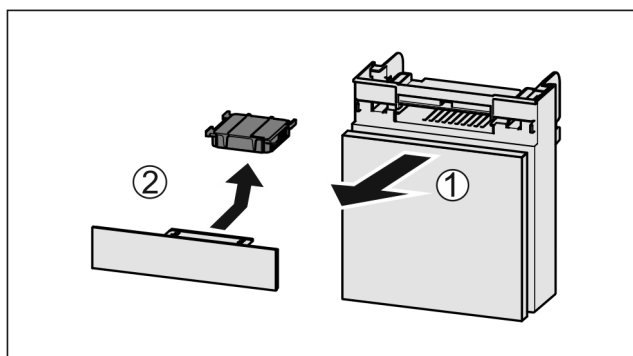

Fig. 97
- Fach nach vorne herausziehen Fig. 97 (1).
- Aktivkohlefilter entnehmen Fig. 97 (2).